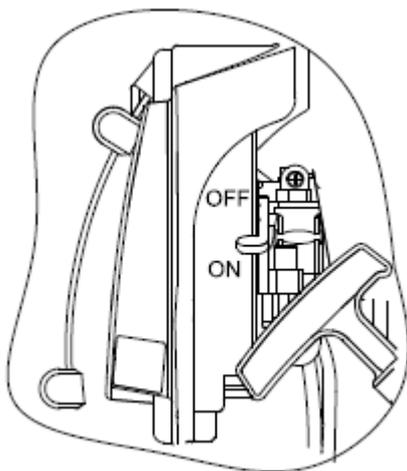

Figura 7
- c.) Coloque el regulador de flujo en la posición máxima. Ver figura 7